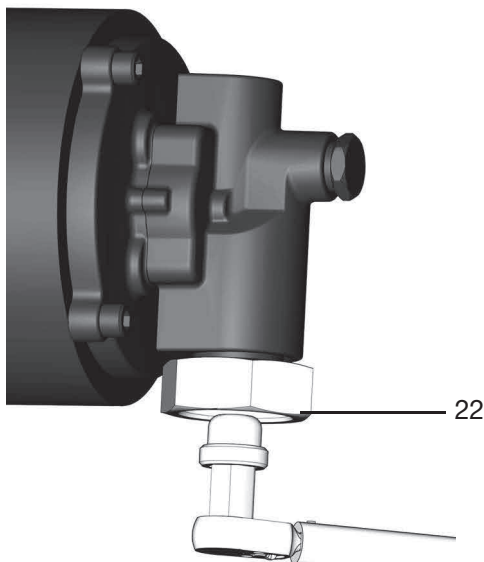

図 2
5. 吸引フィルタ (22) を 3/4 インチ (19mm) 六角レンチを使用して、取り外します (図 2)。
1. 吸引フィルタ (22) をポンプインレットに、3/4 インチ (19 mm) 六角レンチ (トルク 30 ft-lbs, 40.7 N•m) を使用して、締め付けます (図 2)。